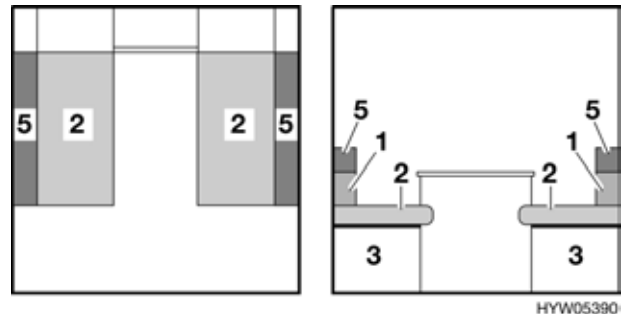

Bild 87 Vor dem Umbau
- Das Zusatzpolster (Bild 87,5) vom Rückenpolster (Bild 87,1) abziehen. Das Zusatzpolster ist am Rückenpolster mit Klettband befestigt und kann leicht abgetrennt werden.